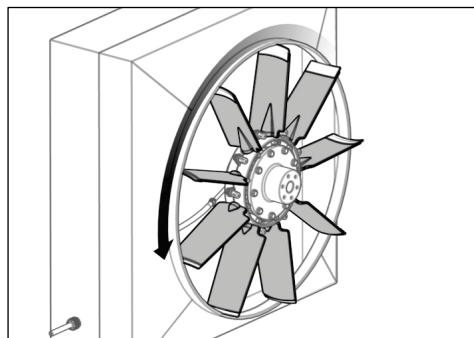

Fig. 34
- 29) Draai de ventilator met de hand (zie Fig. 34).